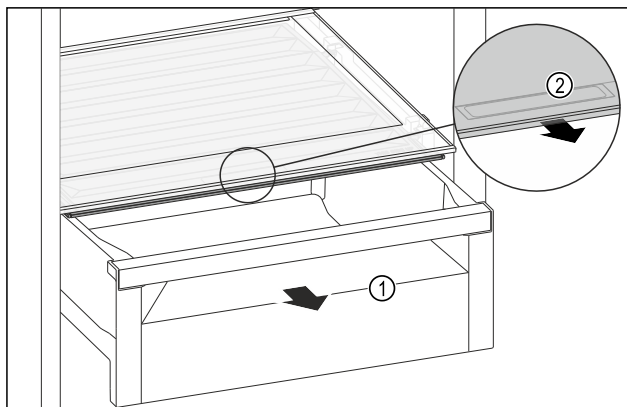

Fig. 124
► Zásuvku Fig. 124 (1) vytáhněte.
- Uchopte prohlubeň pro rukojeť Fig. 124 (2) na víku zásuvky a současně zatáhněte za víko zásuvky směrem dopředu.